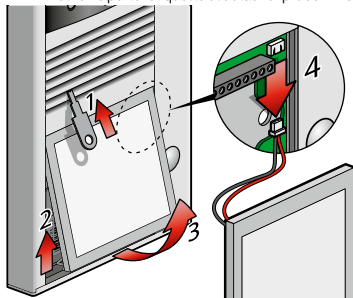

fig. 1
1. Retirer le porte-étiquette et détacher prudemment le connecteur de l'éclairage du porte-étiquette (fig. 1).